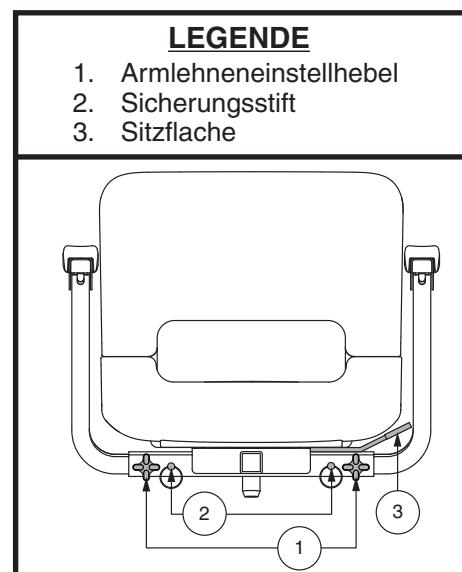

Abb. 24. Sitzstellungen
Der Hebel zur Verstellung der Sitzrotation befindet sich an der rechten Seite des Sitzrahmens und fixiert den Sitz in den unterschiedlichen Positionen. Siehe Abb. 24.
1. Lösen Sie die Armlehneinstellhebel. Siehe Abb. 24.